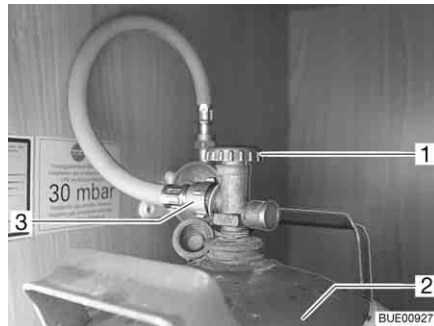

Fig. 163 Vano portabombole
- Chiudere la valvola principale di arresto (Fig. 163,1) della bombola del gas (Fig. 163,2). Osservare la direzione della freccia.
- Svitare il tubo del gas (Fig. 163,3) dalla bombola del gas.